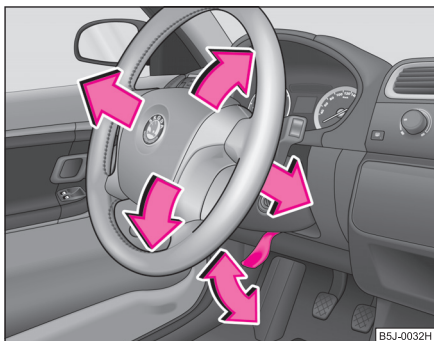

Fig. 111 Volan reglabil:
- Îndreptați maneta de sub volan ⇒ fig. 111, în jos ⇒ ⚠.